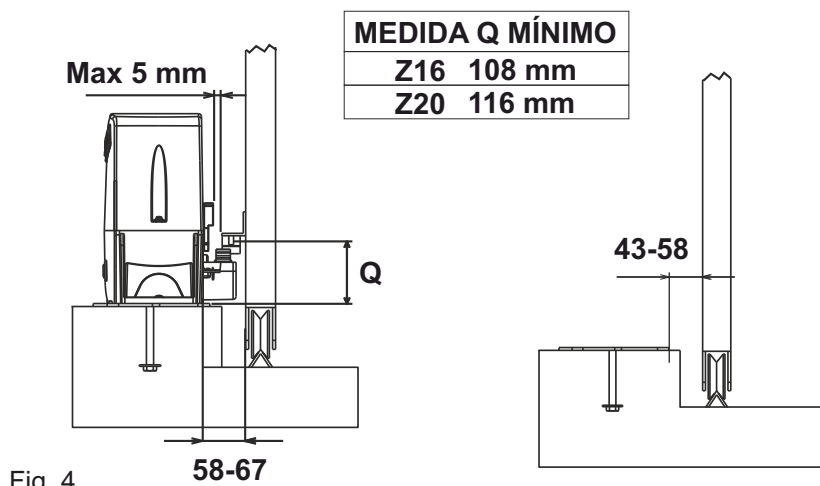
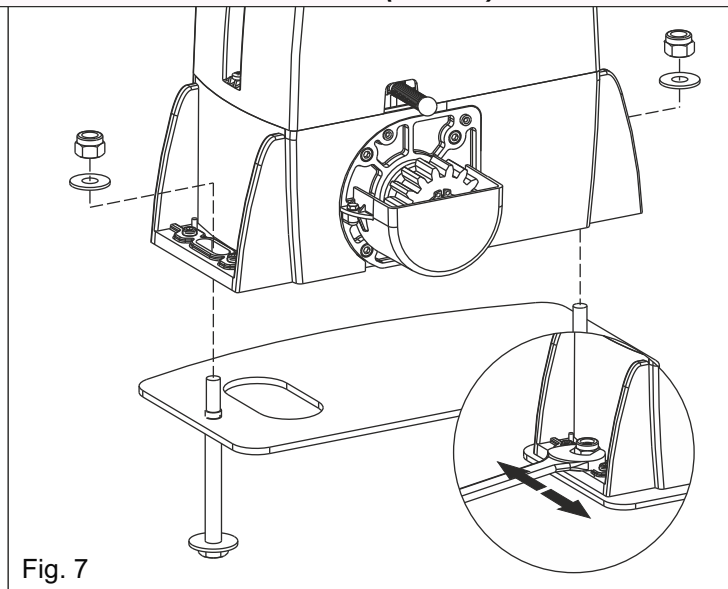

Fig. 4
Fig. 7
**2.3.** Antes de cementar la placa, asegúrese de que esté perfectamente horizontal y que se respete la dimensión de 58-67 mm indicada en la Fig. 4.
- 4.2.** Fijar el operador a la placa de base mediante las 2 tuercas suministradas, ajustando su posición lateral (Fig. 7) para cumplir con las dimensiones indicadas en la Fig.4